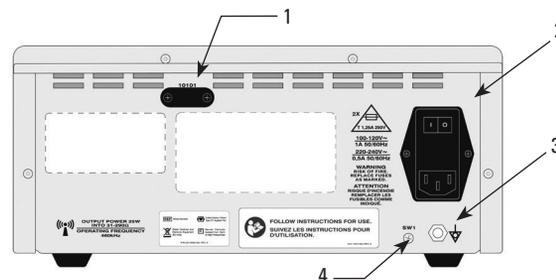

Figure 3 : Panneau arrière du contrôleur Alair
Les voyants et fonctions du panneau arrière sont décrits ci-dessous. Se reporter à la Figure 3 pour connaître l'emplacement de chaque élément sur le panneau arrière.
2. Allumer l'unité à l'aide de l'interrupteur MARCHE/ARRÊT situé sur le module d'entrée d'alimentation du panneau arrière du contrôleur (**voir la Figure 3 ci-dessus**). Le contrôleur réalise plusieurs tests automatiques internes : une tonalité est émise et tous les voyants s'allument pendant environ 1 seconde. Ne pas utiliser le contrôleur si un des voyants ne s'allume pas ou si la tonalité n'est pas émise. En cas de dysfonctionnement, contacter BSC pour demander une réparation ou un remplacement.
Arrêter le contrôleur à l'aide de l'interrupteur MARCHE/ARRÊT situé sur le module d'entrée d'alimentation du panneau arrière du contrôleur (voir la Figure 3).